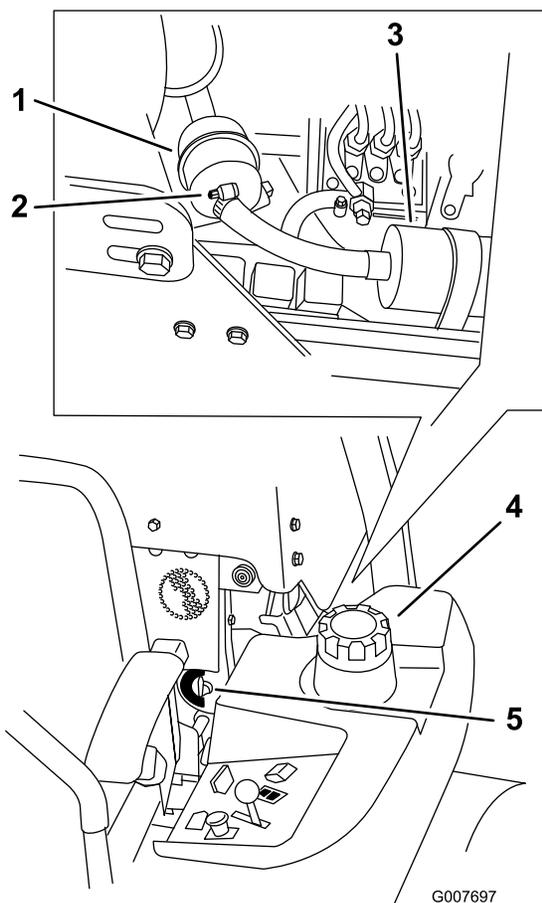

Figura 72
4. Chiudete la valvola di intercettazione del carburante (Figura 72).
5. Allentate le 2 fascette stringitubo e scollegate i tubi del carburante dal filtro carburante (Figura 72).
6. Montate un nuovo filtro. Collegare i tubi del carburante al filtro carburante e montate le 2 fascette stringitubo (Figura 72).